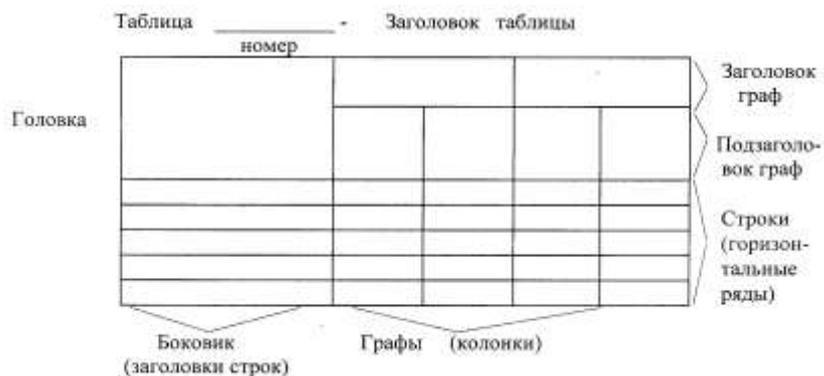

Рисунок 1 – Пример оформления таблицы
буквы (остальные строчные), без абзацного отступа. Надпись «Таблица...» пишется над левым верхним углом таблицы и выполняется строчными буквами (кроме первой прописной) без подчеркивания (рисунок 1).
7.6.2 Все иллюстрации именуется в тексте рисунками и нумеруются в пределах каждого раздела. Номер иллюстрации составляется из номера раздела и порядкового номера иллюстрации в пределах данного раздела, разделенных точкой, например: «рисунок 5.1» (первый рисунок пятого раздела). Допускается сквозная нумерация рисунков арабскими цифрами по всему ТД. Если рисунок один, то он обозначается «Рисунок 1». Иллюстрации каждого приложения обозначают отдельной нумерацией арабскими цифрами с добавлением перед цифрой обозначения приложения. Например, «Рисунок А.3».